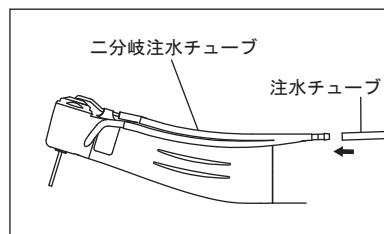

図7
2) 二分岐注水チューブに注水チューブを奥までしっかり挿し込みます。(図7)